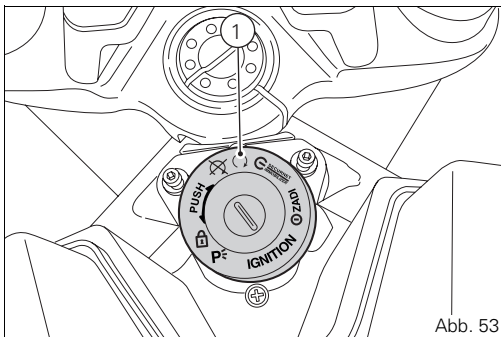

Abb. 53
- 1) Den Zündschlüssel auf Position (1, Abb. 53) drehen.